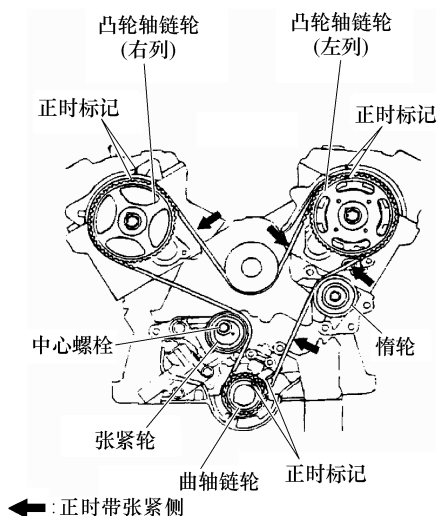

图 4-24 检查正时标记
- ① 曲轴链轮。
- ② 惰轮。
- ③ 凸轮轴链轮左侧。
- ④ 水泵带轮。
- ⑤ 凸轮轴链轮右侧。
- ⑥ 张紧轮。
3) 逆时针转动凸轮轴链轮, 直到正时带张紧侧稳固拉紧再检查所有正时标记, 如图 4-24 所示。